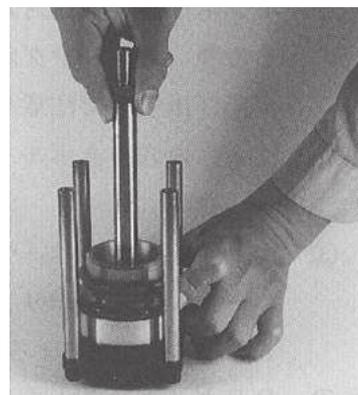

Fig.14
⑥ ②まで組み立ての終わったピストン／ロッドとBFダイヤフラムをピストン側からボンネット／スペーサAss'yに挿入し、BFダイヤフラムのビードがスペーサ(又は、ボンネットR)のビード座に正しく載せ、BFダイヤフラムがボンネットRのストップ一部に当たるまでゆっくりと押し込む。(Fig.14)